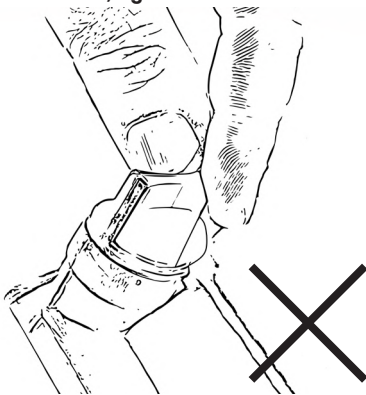

Figure 13
Ne jamais tourner le bouchon de remplissage d'huile avec la jauge connectée dans le filetage lors de la lecture du niveau d'huile. Cela conduit à un résultat de mesure erroné, fig. 13.
- Plongez complètement la jauge dans l'huile. Ne vissez jamais la jauge dans le filetage, fig.13.